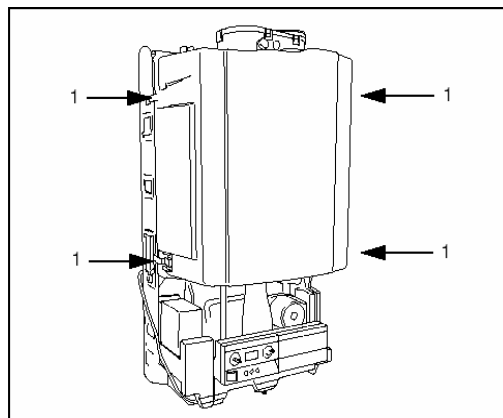

fig. 31 Kåpan demonteras
- Beslagen på innerkabinettet öppnas (fig.31, pos.1) och fläkthuset tas bort.